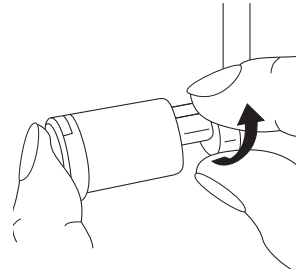

Fig. 92
- Amenez la lame supérieure mobile **18** en position de repos (Fig. 92). Pour ce type de couture, le textile n'est pas coupé.